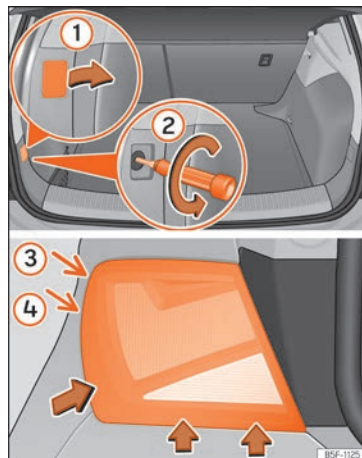

Abb. 115 Gepäckraum: Lage der Befestigungsschraube der Heckleuchte Ausbau der Heckleuchte im Seitenteil
- Hebeln Sie die Abdeckung an der Aussparung mit dem flachen Teil des Schraubendrehers ab und entfernen Sie die Abdeckung »» **Abb. 115 ①**.
- Lösen Sie mit einem Schraubendreher die dahinterliegende Schraube im Gegenuhrzeigersinn (Pfeil) »» **Abb. 115 ②** und nehmen Sie diese vorsichtig heraus.
- Bewegen Sie die Leuchte in Richtung der Pfeile hin und her, bis sie sich aus der Aufnahme löst (Positionen ③ und ④) »» **Abb. 115**.